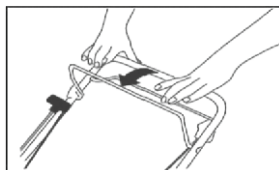

Рис. 6
- Для остановки двигателя отпустите рычаг остановки двигателя (см. Рис.6)